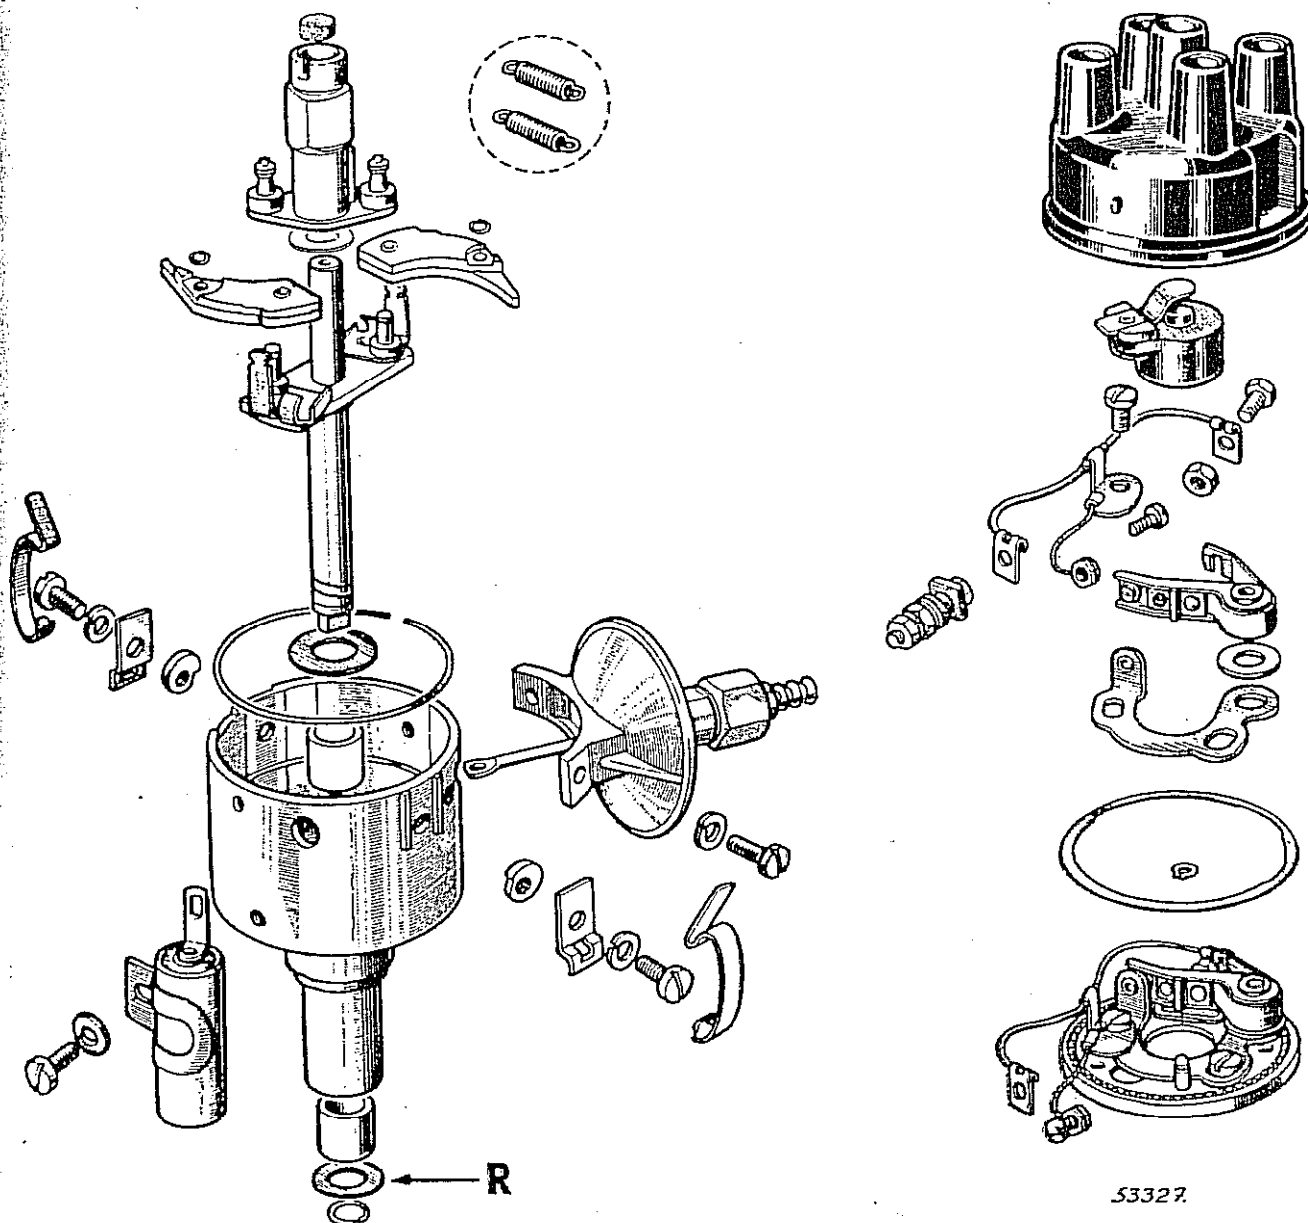

Fig. 179
- 1) Desarmar totalmente el distribuidor (ver despiece Fig. 179).
- 4) Instalar el eje del distribuidor, regulando el juego axial del mismo entre 0,2 a 0,3 mm (.008" a .011"). El juego debe regularse mediante el empleo de la arandela R de espesor 0,6 mm (ver Fig. 179).